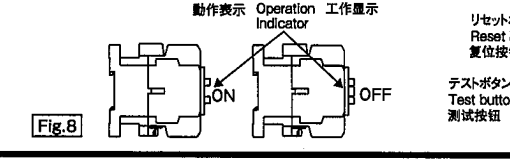

Fig.8
- (1) 動作表示部の位置で動作状態の確認ができます。(Fig.8)
- (1) Operation indicator shows contactor operates or not. (Fig.8)
- (1) 通过工作显示部的位置可以确认工作状态。(Fig.8)